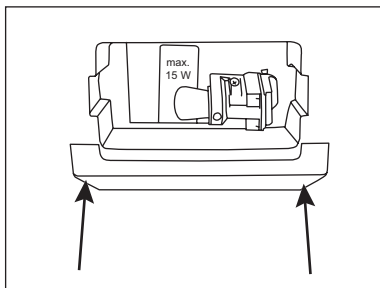

fig. 9
2. Togliere il coperchio della lampadina premendo l'estremità superiore del coperchio verso il basso per farlo uscire dai due fissaggi (fig. 9).